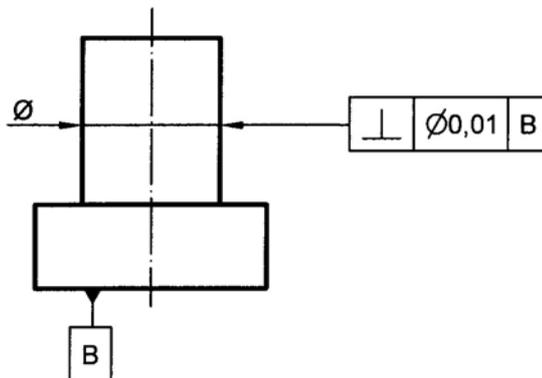

Figura 3. Dibujo correspondiente al ejercicio 3b
- b) Explicar claramente el significado de la siguiente tolerancia geométrica expresada en la figura 3 (0,5 puntos):